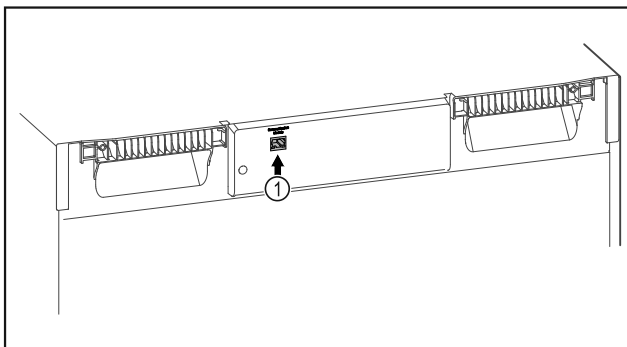

Fig. 113
- SmartModule Fig. 113 (1) er installert.